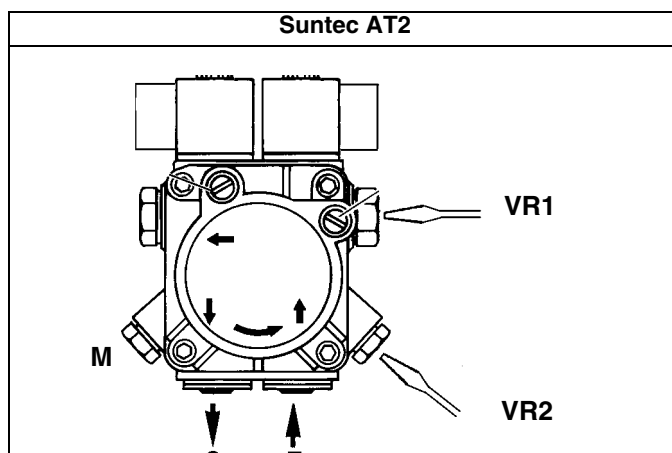

Fig. 17
- 3 purgar el aire de la conexión (**M**) manómetro de la bomba (Fig. 17), aflojando levemente el tapón, sin quitarlo; luego soltar el contactor
- 5 despues de la fase de encendido, posicionar el quemador en llama alta tramite el termostato TAB; viene accionado la inserción de la segunda etapa llama alta): regular la presion de la bomba, tramite el tornillo VR2 (Fig. 17), en base al caudal requerido en la llama alta (por ejemplo 24-25 bar), sin superar los 25 bar.